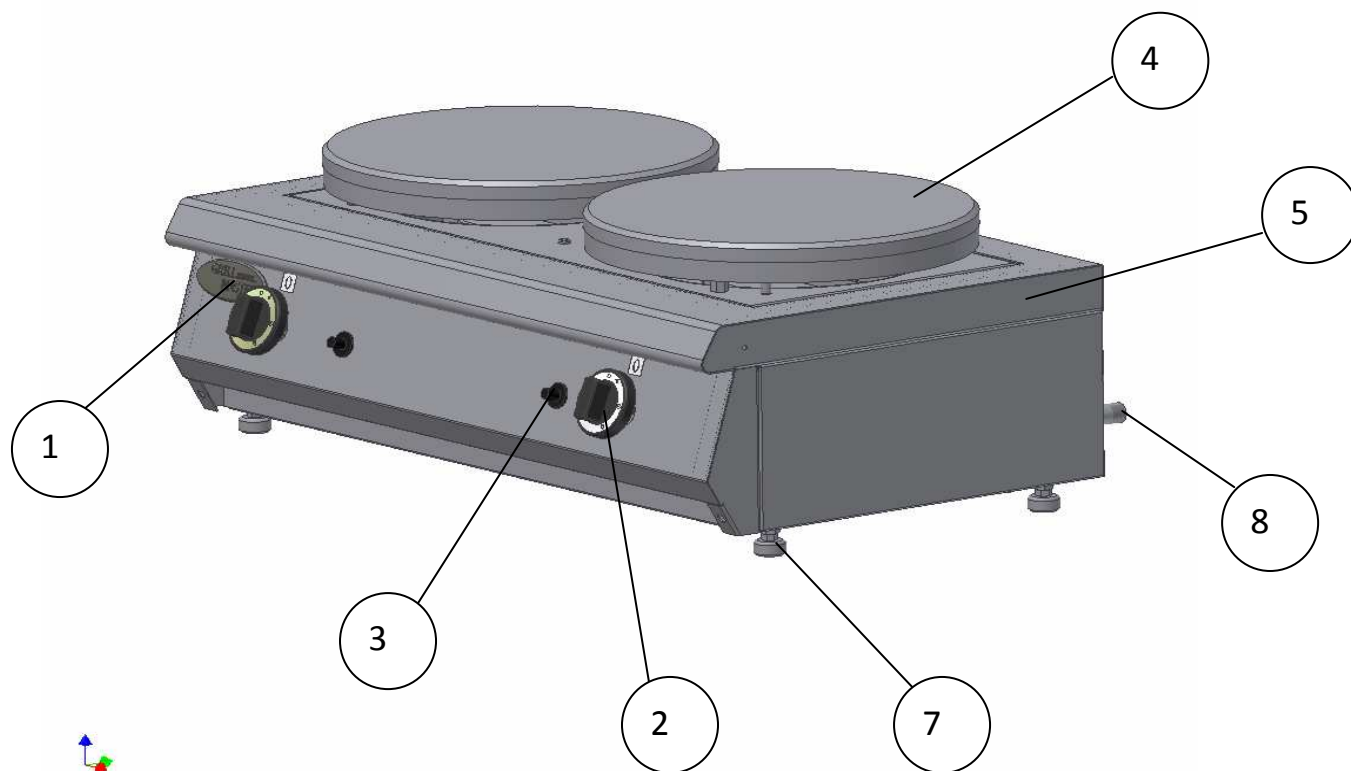

Рис. 1
Основные части изделия указаны на рис.1 и перечислены в таблице 1.
- 7.1. Для включения блинницы необходимо нажать и повернуть против часовой стрелки ручку крана(2) рис.1 на максимальную подачу газа и нажать на кнопку пьезоподжигателя(3).